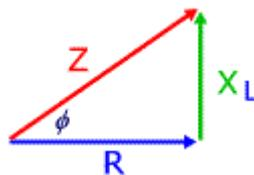
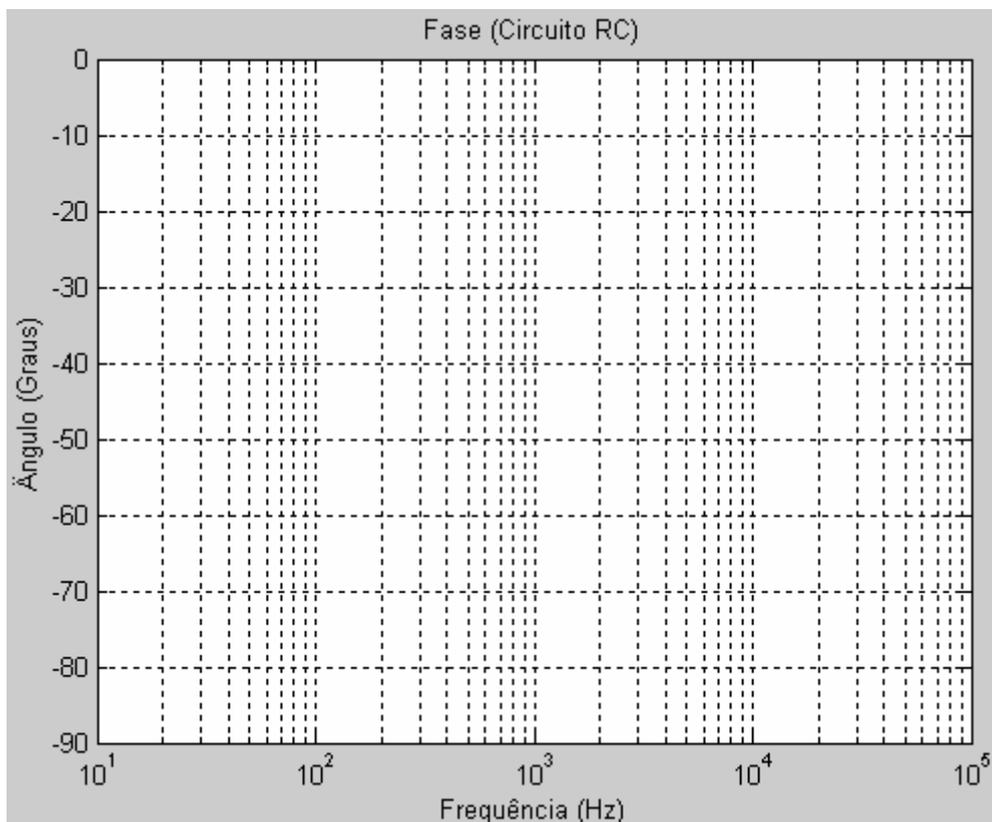

Figura 2 - Impedância de uma associação série resistor-indutor.
Figura 8 – Defasagem angular da saída em relação à entrada.
O operador “j”, que vem da teoria dos números complexos, indica que a quantidade  $(\omega \cdot L)$  está 90° adiantada em relação à componente R, conforme ilustra a figura 2:
Assim, a defasagem que a carga de impedância  $Z$  mostrada na figura 2 iria produzir entre as formas de onda de tensão e corrente seria dada pelo ângulo  $\phi$  (cujo cosseno é o fator de potência da carga). Da trigonometria, pode-se concluir que o módulo da impedância mostrada na figura 8 é dado por:
- Indicar na figura 8 a defasagem angular da saída em relação à entrada do circuito RC (figura 4b).